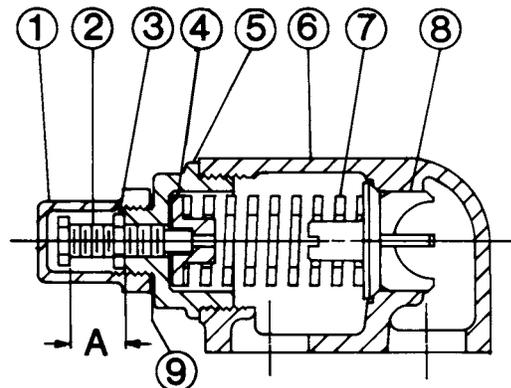

FIGURA 11
2. Meça e registre o comprimento do parafuso de ajuste. **Consulte "A" na Figura 11.**